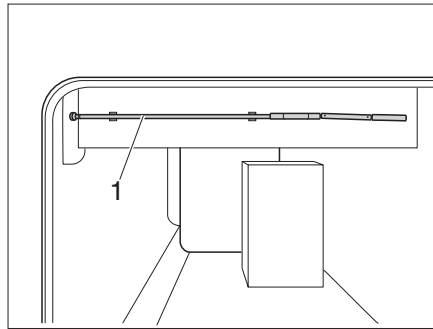

Bild 137 Kurbel zur Höhenverstellung
- Kurbel (Bild 137,1) aus der Halterung nehmen.